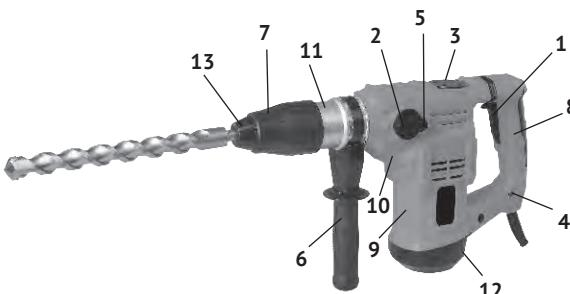

рис. 1
1.3 Перфоратор состоит из вертикально расположенного коллекторного двигателя в пластиковом корпусе (рис.1 поз.9) и металлического редуктора с кривошипно-шатунным механизмом, закрытых пластиковым корпусом (рис.1 поз.10). Крутящий момент с якоря электродвигателя через систему шестерён, передаётся на вал с патроном SDS – max (рис.1 поз.7), расположенный перпендикулярно оси двигателя. Кривошипно-шатунный механизм приводит в действие ударный узел перфоратора. В нижней части рукоятки находится индикатор сети (рис.1 поз.4).
В зависимости от вида выполняемой работы, в патрон SDS – max вставляется необходимая насадка (пика, долото, сверло) с соответствующим хвостовиком. Дополнительная рукоятка (рис.1 поз.6) хомутом крепится на корпусе ствола (рис.1 поз.11). Фиксируется, закручиванием рукоятки по часовой стрелке, в любом положении (от 0° до 360°), что удобно пользователю, как «правше», так и «левше».
1.4 Клавиша выключателя (рис.1 поз.1) расположена в передней части рукоятки, крепящейся: к корпусу двигателя – нижней частью и к корпусу редуктора – верхней частью. Включение/отключение инструмента осуществляется нажатием/отпуском.
Сверху, на корпусе редуктора расположено окно смазки редуктора, закрытое крышкой (рис.1 поз.3). Перед каждым использованием инструмента, ключом (входит в комплект поставки) отвернуть крышку, проверить наличие смазки на кривошипно-шатунном механизме, при необходимости добавить из ёмкости, входящей в комплект.
Слева на корпусе редуктора расположен переключатель режимов работы (рис.1 поз.2). Он фиксируется в одном из трёх положений, отмеченных символами: «сверло с молотком» - сверление с ударом, «молоток» - долбление (без вращения) и символ «кружок» - стопор ствола. Нажав фиксатор (рис.1 поз.5) в торце ручки переключателя, поворотом ручки со стрелкой, совместить с нужным символом. Достигнув нужного положения, фиксатор возвращается в исходное положение, закрепляя ручку в выбранном положении.
Общий вид перфоратора представлен на рис. 1
При замене рабочих насадок следите за тем, чтобы колпачок (рис.1 поз.13), защищающий патрон от попадания пыли, не был повреждён.
- установить хомут на цилиндрическую часть корпуса ствола (рис.1 поз.11);
- при работе в режиме сверление с ударом, переключатель (рис.1 поз.2) в положении «сверло с молотком»;
- при работе в режиме долбление, переключатель (рис.1 поз.2) в положении «молоток»;
- при замене насадок в патроне переключатель (рис.1 поз.2) в положение «кружок»
3.2 Для замены щёток необходимо открутить крышку корпуса двигателя (рис.1 поз.12). Щётки следует заменять парой для обеспечения равной степени их давления на коллектор якоря.